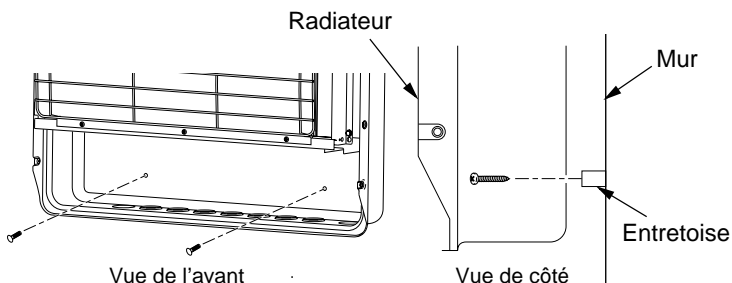

Figure 19 - Installation des vis de montage inférieures
1. Repérez les deux trous de montage du bas. Ils se trouvent sur le panneau arrière du radiateur, près du bas (voir figure 19).